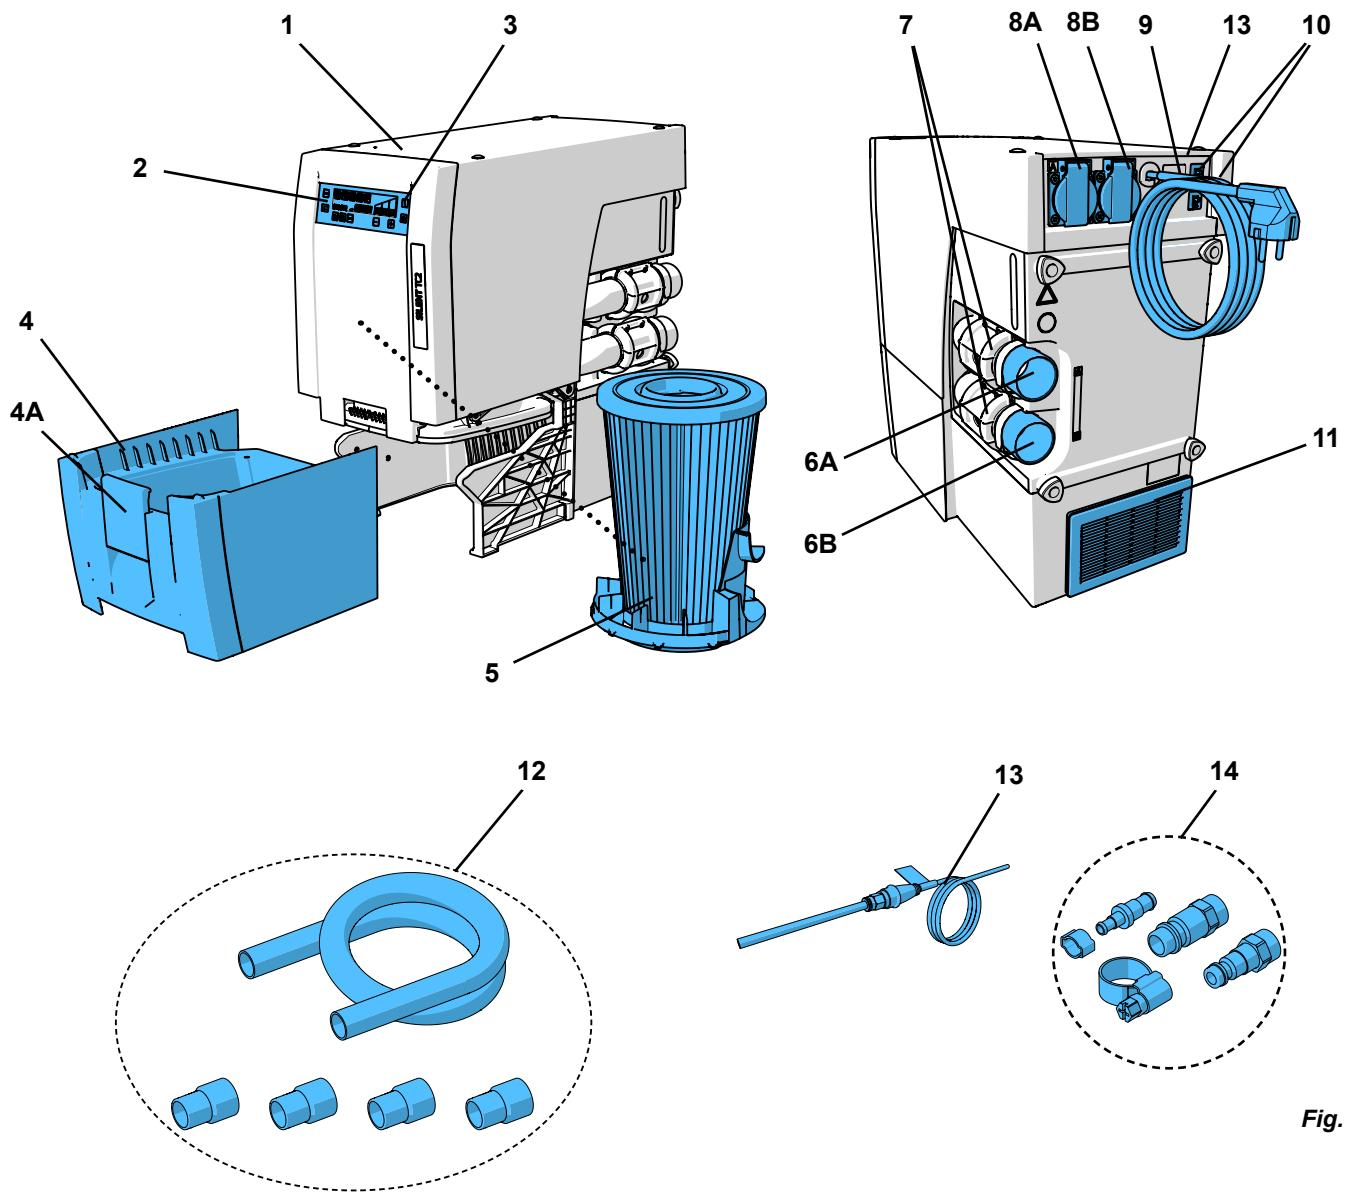
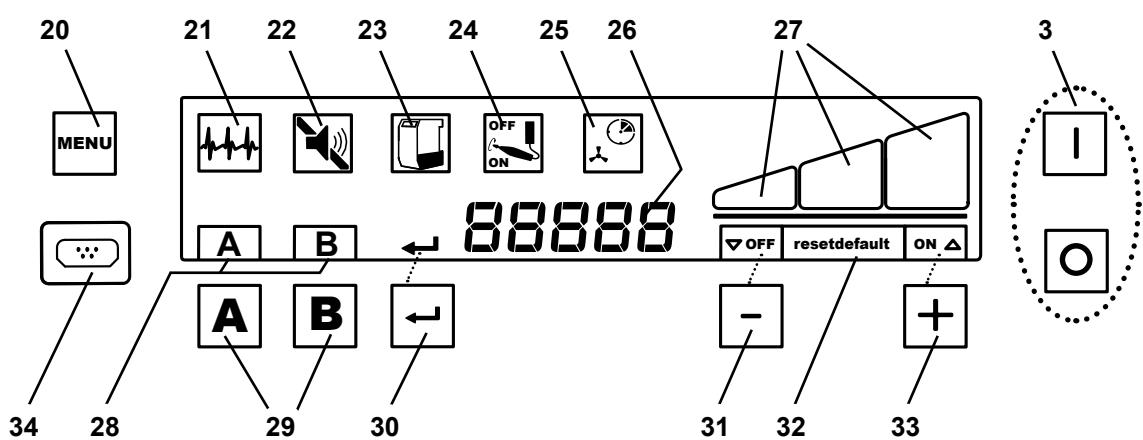

Fig. 1
Fig. 2
Für Hinweise auf Bedienelemente siehe Fig. 1 und Fig. 2 auf Seite 2 dieses Dokuments.
For information on operating elements, see Fig. 1 and Fig. 2 on page 2 of this document.
**Pour les renseignements sur les éléments de commande, voir Fig. 1 et Fig. 2 à la page 2 de ce document.**
*Per informazioni sugli elementi di comando, vedere Fig. 1 e Fig. 2 a pagina 2 del presente documento.*
Para mayor información sobre los elementos de mando, véase Fig. 1 y Fig. 2 de la página 2 de este documento.